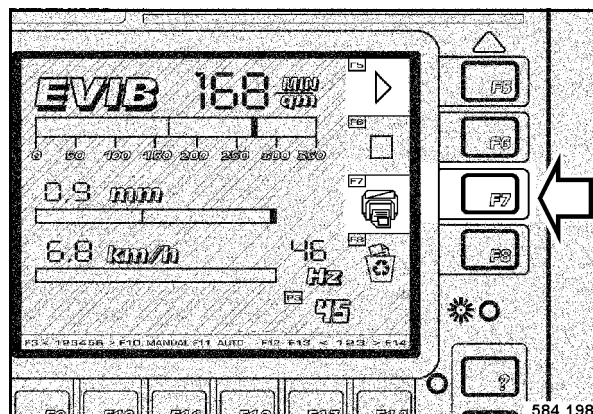

Fig. 97
- Después de terminar la medición pulsar la tecla F7 „DRUCKEN“ (imprimir) (Fig. 97).